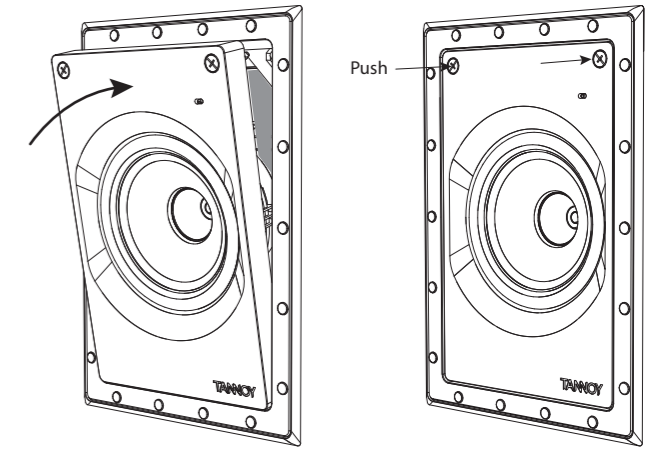

Fig. 13. Installing the Loudspeaker Assembly into the Frame
2. Halten Sie die Lautsprecherbaugruppe in einem Winkel und setzen Sie die beiden hervorstehenden Laschen an ihrer Unterkante in die beiden entsprechenden Schlitze im Rahmen ein (Abb. 13).